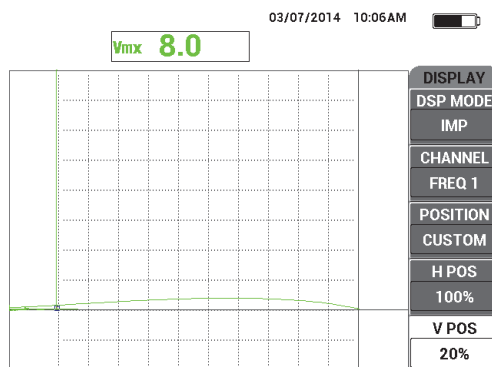

図 5-42 V 位置を調整して垂直マークを作成する
- 部ローブを 2.0mm の厚さのシムにしっかりと配置して、ノブを使って **V 位置**（E キー）100% に設定した後、20% に戻します。これにより、画面上に垂直マークが表示されます（158 ページの図 5-42 を参照）。